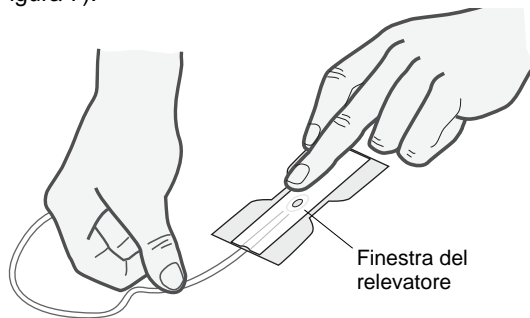

Figura 7
3. Orientare il sensore in modo che il dito possa essere collegato prima al lato del rilevatore (vedere la Figura 7).